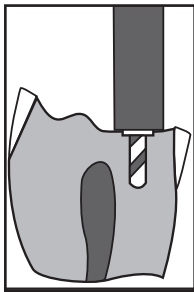
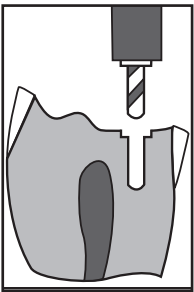

Figure 5
Figure 6
- Gør kanalforberedelsen færdig i fuld dybde (det farvede boreskaft fungerer som stop) (**Fig. 5**). MAX dydbegrensningsboret danner og korrigerer modboringen automatisk til MAX skulderstoppet (**Fig. 6**).